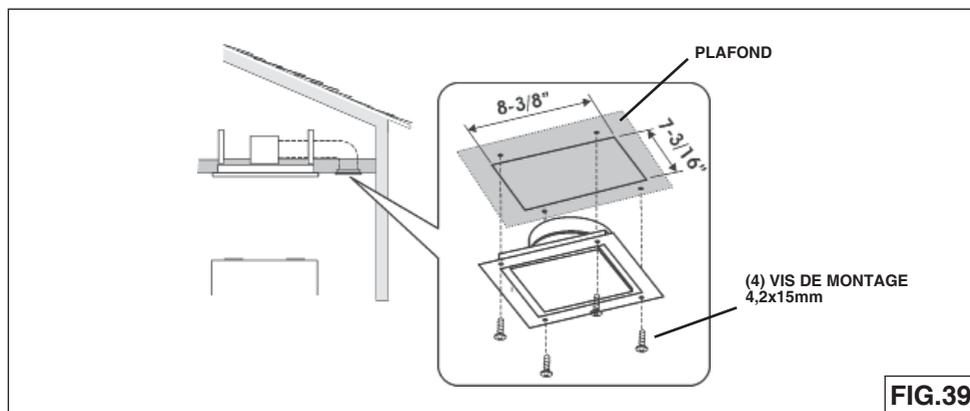

FIG.39
2. Fixer la partie pour le retour d'air sur le plafond en utilisant (4) vis de montage 4,2x15mm. Voir Fig. 39.